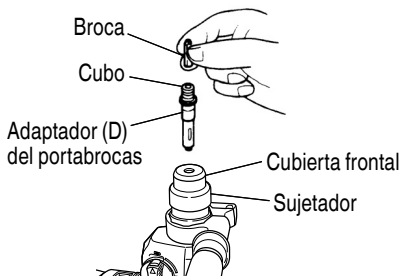

Fig. 22
4. Cuando coloque tornillos para metal (Fig. 22)
5. Atornillando tornillos para madera (Fig. 22)